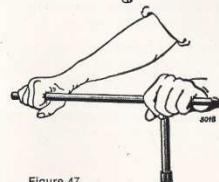

Figure 47
3. **Bloquer les goujons (Fig. 47):** La clé (avec rallonge si nécessaire) ne sort que d'un côté de la clé; le blocage s'effectue en 3 passes en diagonale selon les directives suivantes:
- Boulons de palier de bielle** comme représenté sur la figure 47, 1ère et 2ème passe: chacune de 45°, 3ème passe: 30°.
- Boulons des chapeaux de paliers de ligne d'arbre** comme représenté sur la figure 47, en 3 passes de chacune 30°.
- Boulons de maintien des masses d'équilibrage**, comme représenté sur la figure 47, en 2 passes de chacune 60°.
- Boulons de fixation du volant-moteur** comme représenté sur la figure 47, en 2 passes, la 1ère de 60°, la 2ème de 30°.
- Boulons en bout avant du vilebrequin**, comme représenté sur figure 47, en 2 passes de chacune 45°.
- Vis de fixation de la poulie de courroie sur moteur à 6 et 8 cyl.** comme représenté sur la figure 47, en 2 passes de chacune 90°.